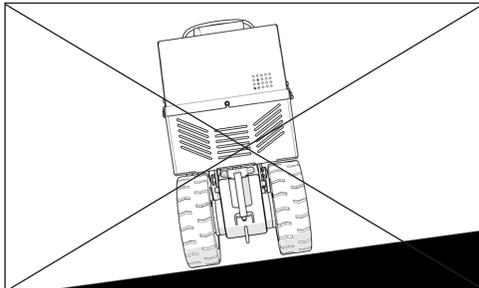

FIG. 3
**AVERTISSEMENT :** LA MACHINE EST ÉQUIPÉE D'UNE ROULETTE PIVOTANTE À L'AVANT. NE JAMAIS MONTER À FLANC DE COTEAU (FIGURE 3). SI LA MACHINE EST À L'ARRÊT SUR UNE PENTE, LA ROULETTE AVANT FERA BASCULER LA MACHINE AU POINT LE PLUS BAS. SI LA MACHINE DOIT ALLER SUR UN PLAN INCLINÉ, LA FAIRE ROULER SUR LA TÊTE DE COUPE. INSTALLER UNE TÊTE DE COUPE D'AU MOINS 20 CM (8 PO). POUR ÉVITER D'ENDOMMAGER LES SOLS, BLOQUER UN MORCEAU DE MOQUETTE DANS LA TÊTE DE COUPE. CELA PERMETTRA UN CONTACT POSITIF AVEC LE SOL LORSQUE L'ALIMENTATION EST DÉSENGAGÉE DES ROUES.